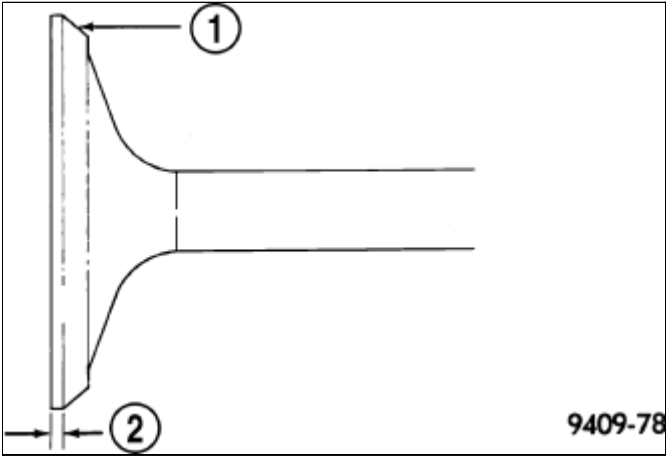

图 2 进气门和排气门重新研磨
1. 在气门重新研磨后检查其余量 \(图 2\)。 \(参见9-发动机-技术参数\)